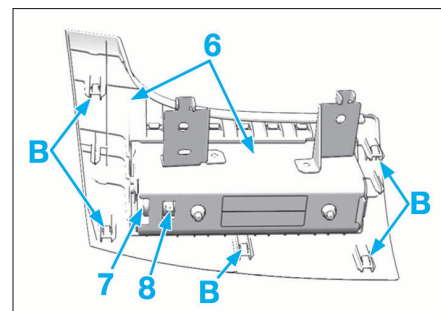
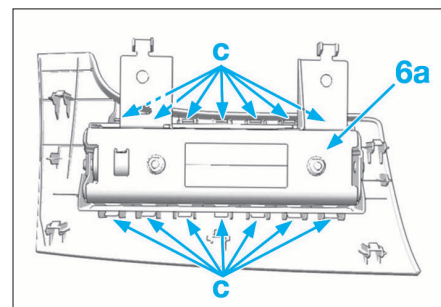

FIG. 13
FIG. 14
• Décliper l'ensemble (6) en (B) (Fig.13).
• Débrancher le connecteur du faisceau (7) et la masse (8).
• Déposer l'ensemble (6).
• Décliper le carter du module (C) (Fig.14).